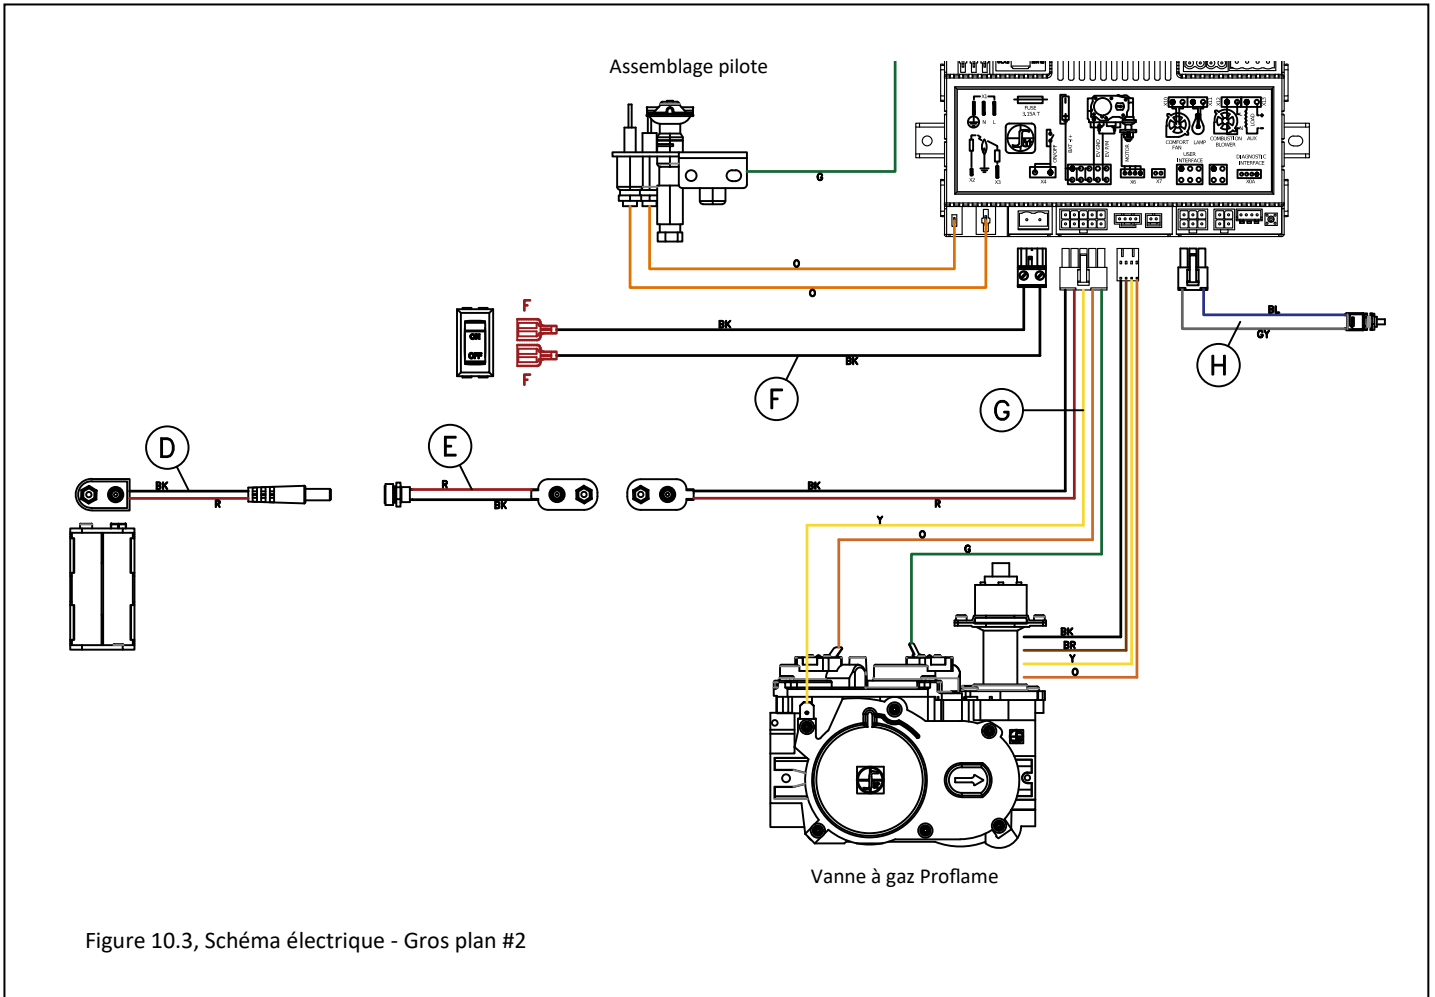

Figure 10.3, Schéma électrique - Gros plan #2
- La figure 10.3 montre un gros plan du schéma de câblage. Cette figure montre l'ensemble pilote, l'interrupteur à bascule marche/arrêt, la batterie de secours, la valve et le bouton d'apprentissage à distance.